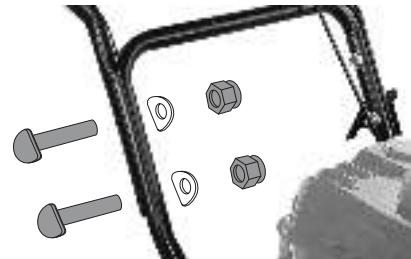

Рис. 5 Установка рукояток
- Установите рабочие рукоятки с панелью на стойку и закрепите с помощью болтов, шайб и гаек, как показано на Рис. 5.